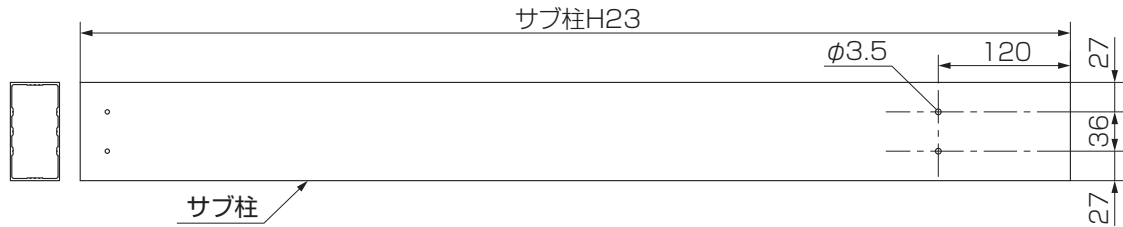
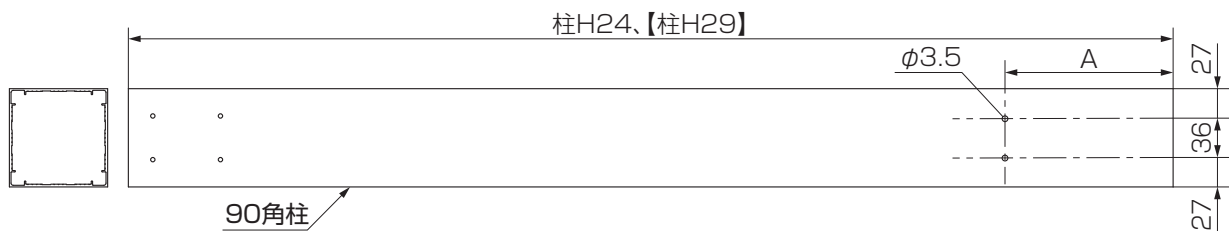

図12-6 サブ柱仕様の場合の穴加工
図12-7 90角柱仕様の場合の穴加工
①柱にφ3.5の下穴をあけてください。(図12-6、図12-7参照)